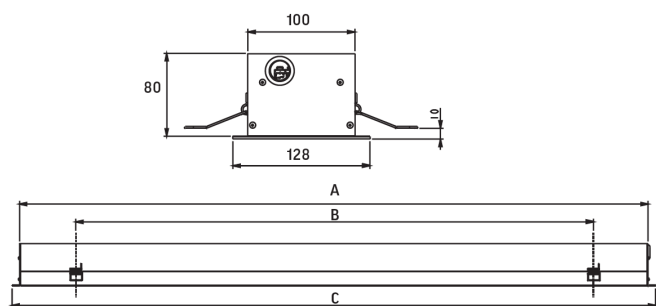

Рис.1
- Установите монтажные пружины (входят в комплект поставки) в корпус светильника, согласно Рис. 1;